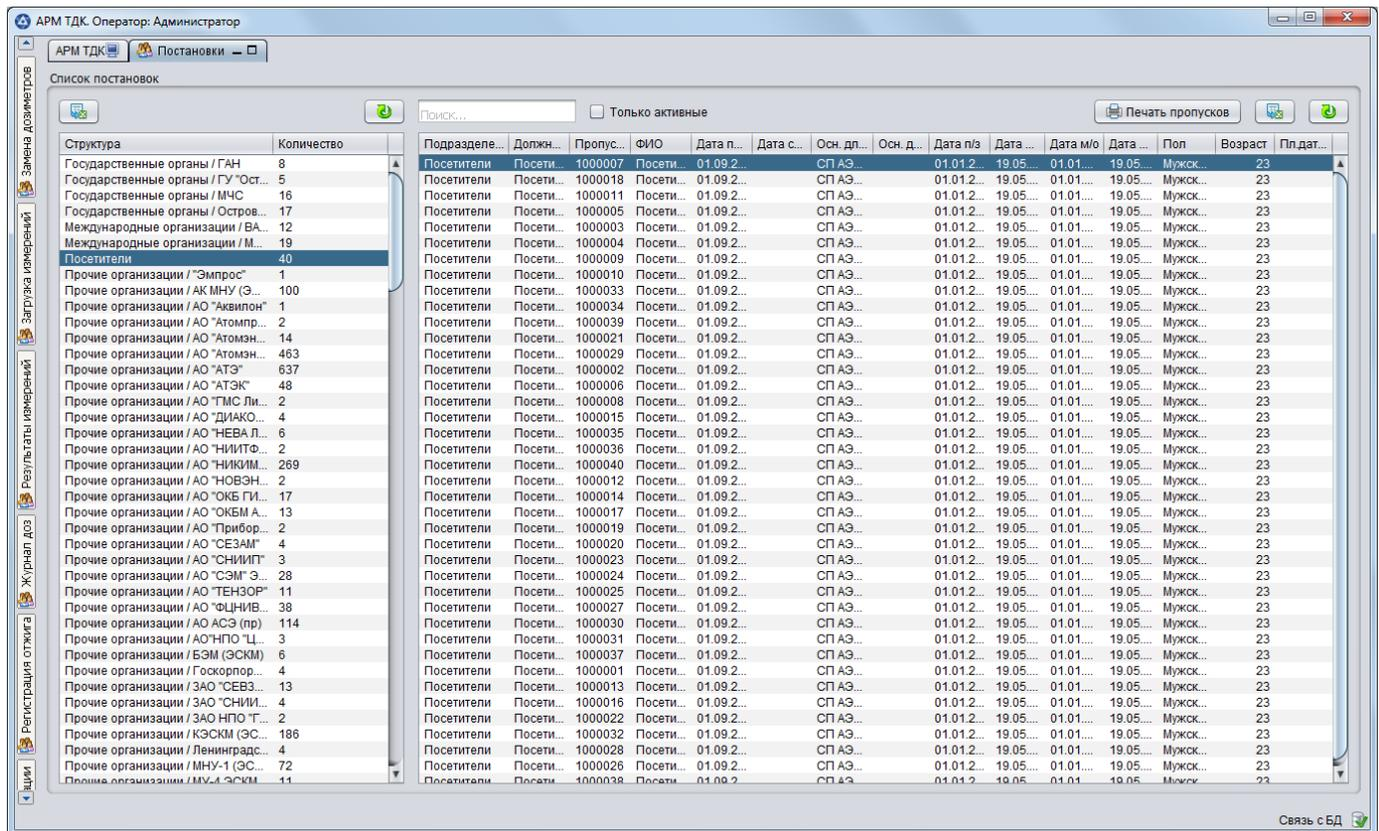

Рисунок 4
3.4.2.1. Панель «Постановки» предназначена для быстрого поиска и просмотра информации о постановлениях на дозиметрический учет персонала, зарегистрированного в БД. Состав панели «Персонал» приведен на рис. 4.